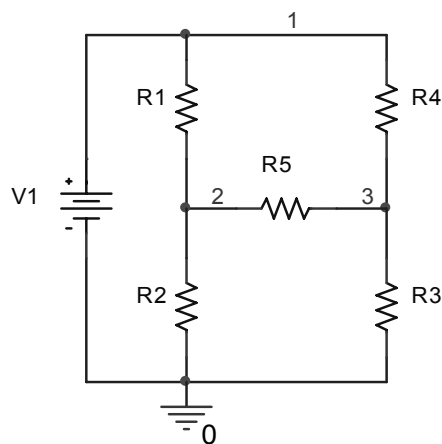

Figura 5.1. Puntea de curent continuu
Montajul în punte este o metodă de prelucrare a semnalelor analogice foarte utilizată în tehnica măsurărilor. În particular, puntea de curent continuu se utilizează atât ca metodă de măsurare precisă a rezistențelor, cât și drept circuit de condiționare a semnalelor pentru senzorii rezistivi. Schema unei punți de curent continuu este dată în figura 5.1.
Ne propunem să studiem variația tensiunii dintre nodurile 2 și 3,  $V(2,3)$ , pentru puntea din figura 5.1, la variația tensiunii sursei  $V_1$  și la variația rezistenței  $R_3$ . Vom exemplifica modul de utilizare a analizelor: punct de polarizare, analiza în curent continuu, analize parametrice, analiza de sensibilitate.
7. Plasați rezistențele pe foaia de desenare în ordinea R1-R2-R3-R4-R5 conform schemei din figura 5.1. Veți observa că, pe măsură ce depuneți componentele pe foaie, referința lor este incrementată. Aceasta operație se numește adnotare automată.